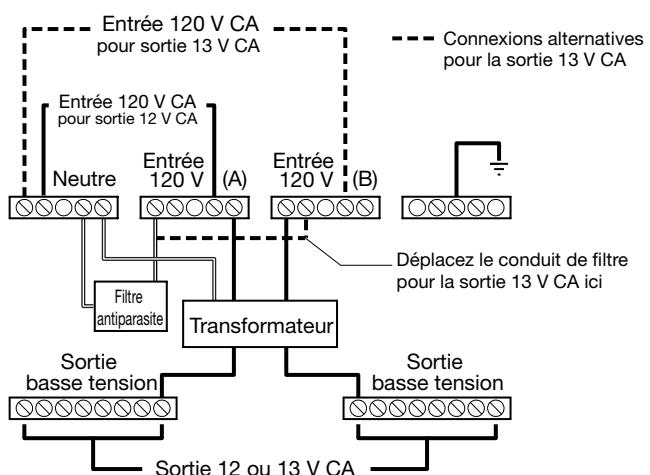

FIG. 8. Emplacement du câblage
- Retirez les conducteurs d'alimentation de la source d'alimentation et connectez-les au boîtier de raccordement avec transformateur. Voir FIG. 8 pour connaître les emplacements de l'entrée de l'alimentation.
- Effectuez les raccordements de câblage. Voir FIG. 8.
- à l'entrée 120 V (A) pour la sortie 12 V, ou à
- l'entrée 120 V (B) pour la sortie 13 V.
Remarque : La connexion par défaut, effectuée en usine du circuit de filtre antiparasite, relie le bornier « neutre » au bornier de « l'entrée 120 V (A) » pour une sortie 12 V CA. Si une sortie 13 V CA s'avère nécessaire, recâblez le filtre antiparasite de la connexion de « l'entrée 120 V (A) » à la connexion de « l'entrée 120 V (B) ». Voir FIG. 8.